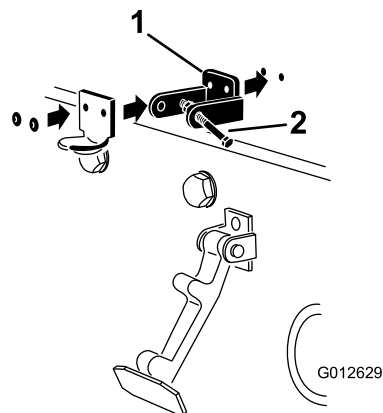

**Figura 5**
4. În timp ce alinai orificiile de montare, poziționezi pe capotă suportul de blocare CE și suportul clichetului capotei (Figura 5).
6. Nituie suportul și aibele pe capotă (Figura 5).